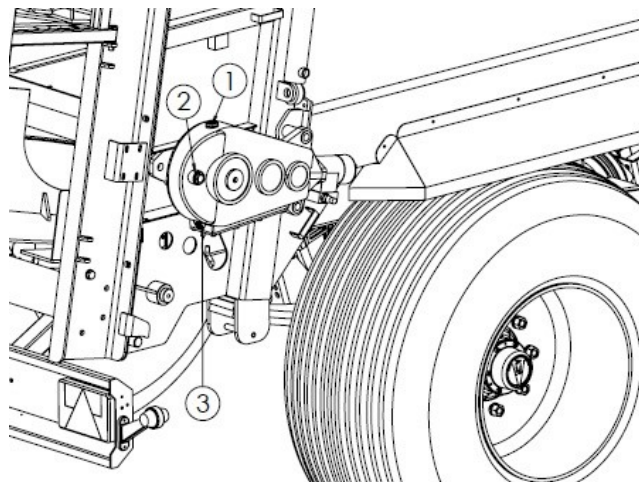

Рисунок 27-й Точки контроля уровня масла редуктора напольного конвейера
Для слива масла из редуктора (рис. 27, 28, 29) необходимо открутить сливные пробки (3). Через заливное отверстие (1) заливайте новое масло в редуктор до тех пор, пока оно не появится в контрольном глазке (2). Правильный уровень масла достигается тогда, когда масло видно посередине контрольного глазка.